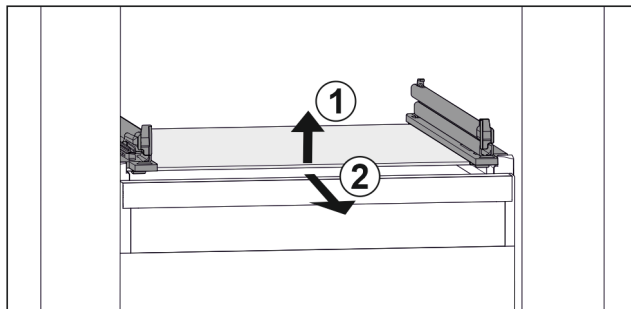

Fig. 155 Примерно изображение на стъклената плоча
- ▶ Повдигнете стъклената плоча отпред Fig. 155 (1)
- ▶ Извадете стъклената плоча напред Fig. 155 (2)